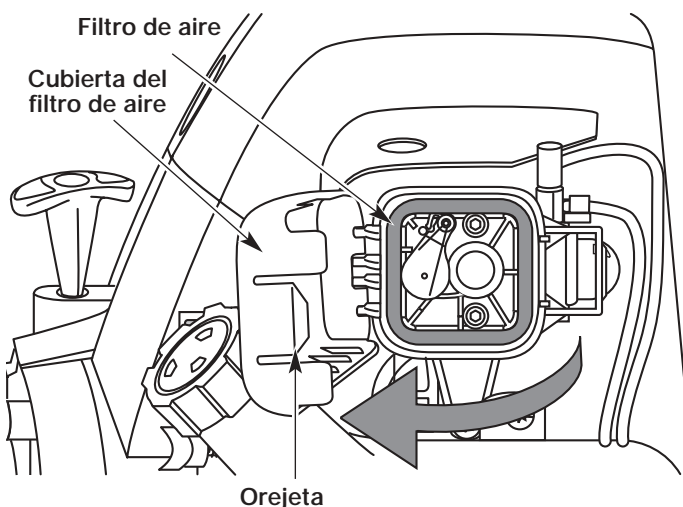

Fig. 56
1. Abra la cubierta del filtro de aire. Empuje hacia adentro la orejeta del lado derecho de la cubierta, y extraiga la cubierta del filtro de aire hacia afuera y hacia la izquierda (Fig. 56).
2. Retire el filtro de aire (Fig. 56).